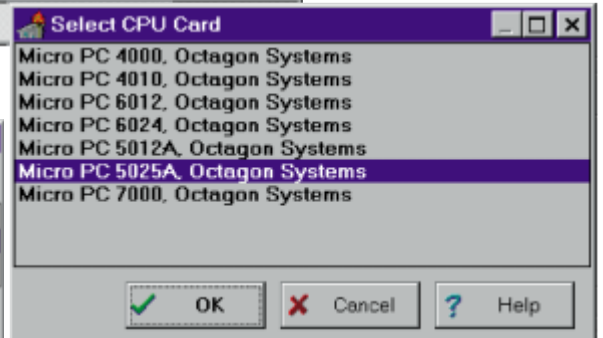

Рис. 9. Выбор вычислительного модуля в рамках заданной аппаратной платформы
- выбирается тип вычислительного модуля внутри платформы (рис. 9);